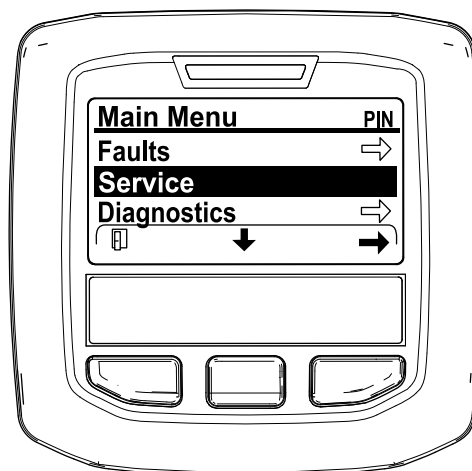

図 48
2. メインメニューMAIN MENU画面で、中央ボタンを押して整備SERVICEメニューへ移動し、右ボタンで整備SERVICEを選択する 図 48。